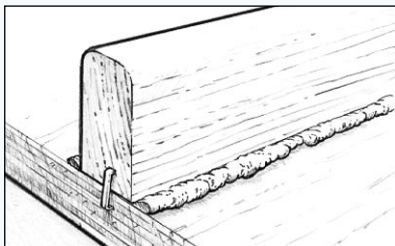

Figura 11 Fissare i componenti in posizione prima che la resina epossidica diventi gel.
3. Fissaggio dei componenti Fissare un numero di morsetti sufficiente a tenere i componenti in posizione. Esercitare la pressione necessaria a far fuoriuscire una piccola quantità di miscela addensata dalla giuntura. Questa fuoriuscita sta ad indicare che la resina epossidica sta facendo buona presa su entrambe le superfici di contatto (*Figura 11*). Non far fuoriuscire tutta la miscela addensata dalla giuntura esercitando una pressione eccessiva.